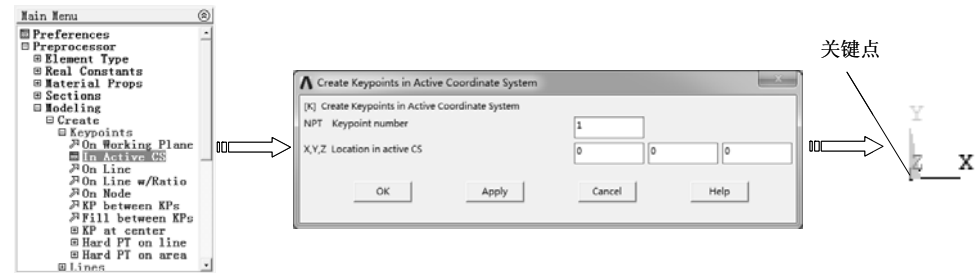

图 10-51 在活动坐标系中定义关键点 1
1) 选择“Main Menu>Preprocessor>Modeling>Create>Keypoints>In Active CS”命令，弹出“Create Keypoints in Active Coordinate System”对话框，输入关键点号为 1 和坐标值（0，0，0），单击“OK”按钮，以当前活动坐标系（系统默认总是笛卡儿坐标系）定义一个关键点，如图 10-51 所示。